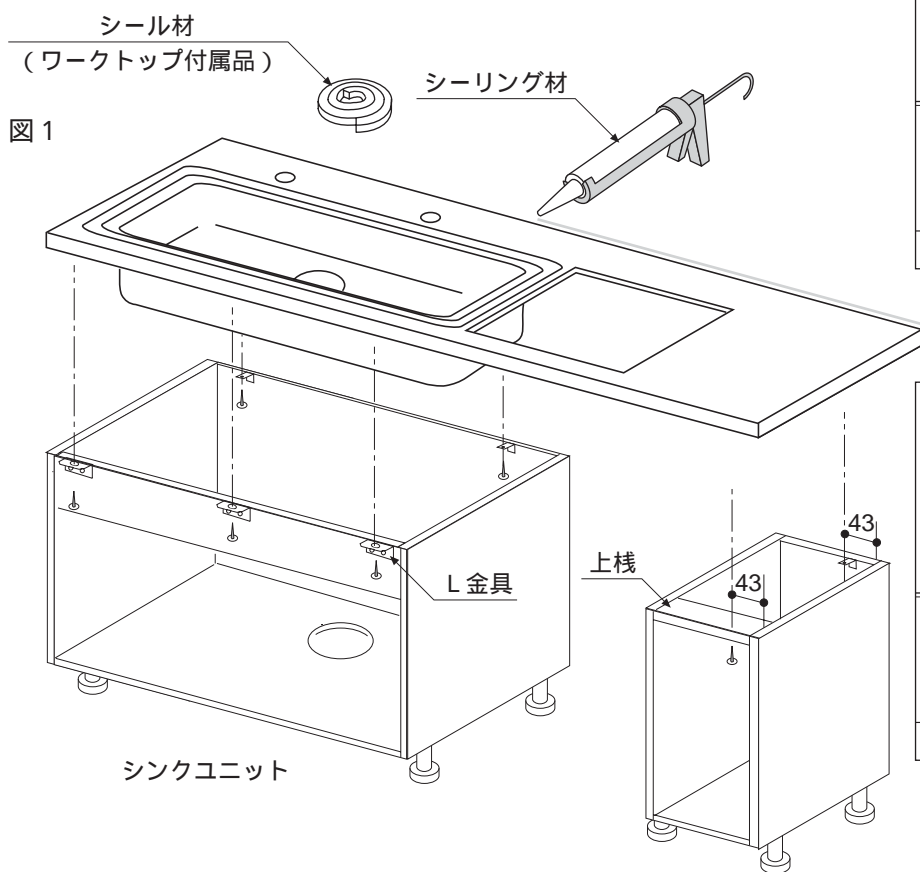

図1
- ・人大ワークトップの場合は、端に位置する間口450mm以下のユニットのL 金具と上桟より、図1に示す位置でワークトップに固定してください。